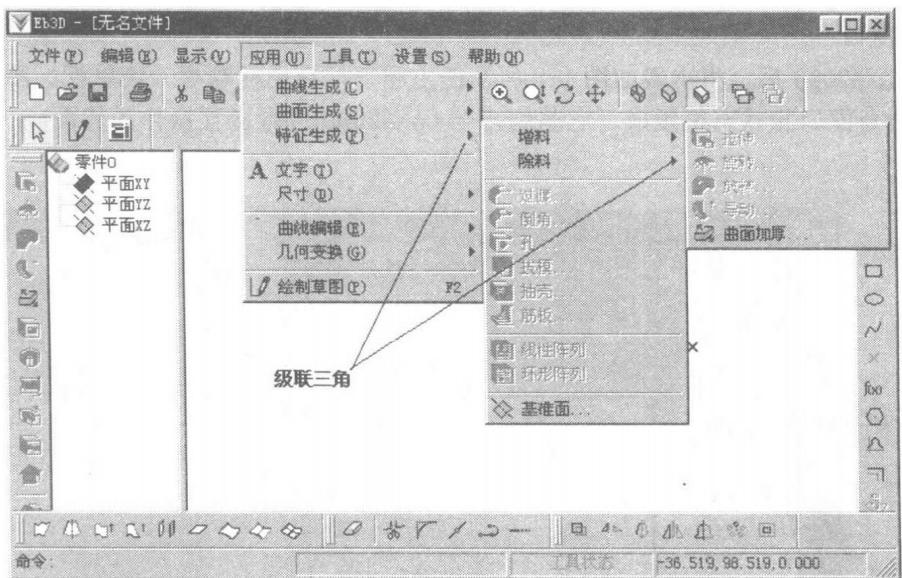

图 1-9
(1) 在菜单栏用鼠标左键点取一项标题，则下拉出该标题项的菜单，称为下拉菜单，如图 1-9，要选择某一菜单项，可用鼠标左键点取。同时，用户可以在图形窗口下的状态栏中，看到该菜单项的功能说明及对应的 CAXA2000 命令名。
(2) 如某一菜单项右端有一黑色小三角，说明该菜单项仍为标题项，它将引出下一级菜单，称为级联菜单，可进一步在级联菜单中点取菜单项。